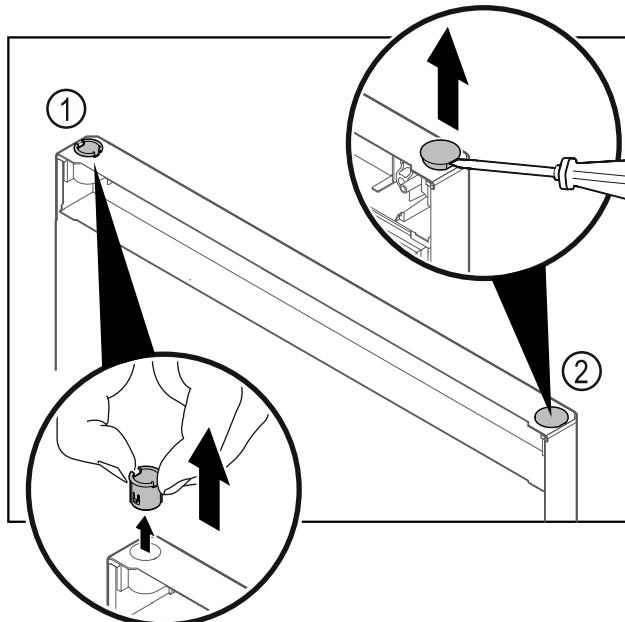

Fig. 29
- Pirštais ištraukite šarnyrinę įvorę Fig. 29 (1).
- Dengiamajį kamštį Fig. 29 (2) atsargiai pakelkite išdrožiniu atsuktuvu ir jį ištraukite.